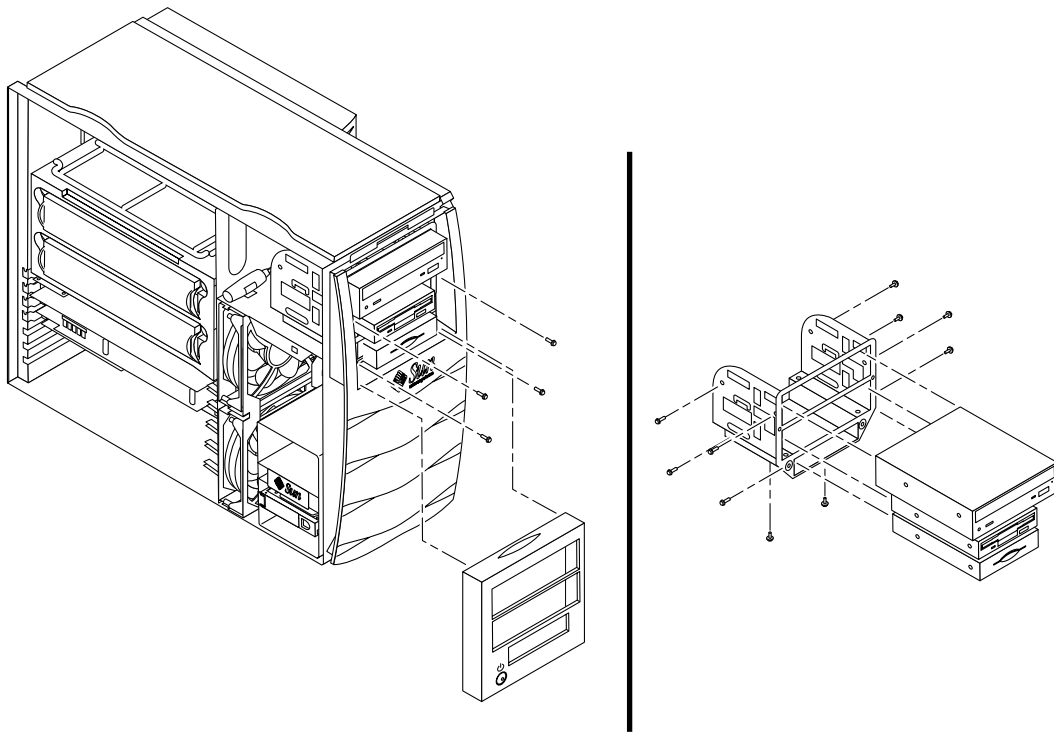

図 13 追加周辺装置ドライブの取り付け
2. 次の手順で周辺装置用部品を取り外します (図 13 を参照)。